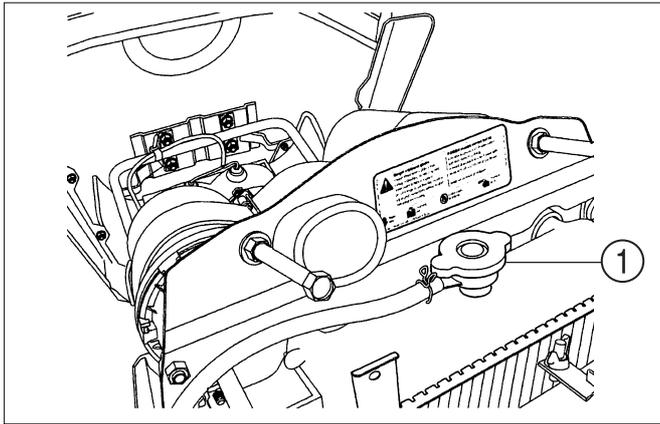

FIG. 65
**FIG. 65** : Le circuit de refroidissement est rempli d'usine d'une solution antigel pour protéger le moteur et le radiateur à -34°C. Le niveau du liquide de refroidissement devra être maintenu à 12mm sous l'ouverture du col de remplissage ①. Vérifiez tous les ans la protection antigel du liquide de refroidissement.